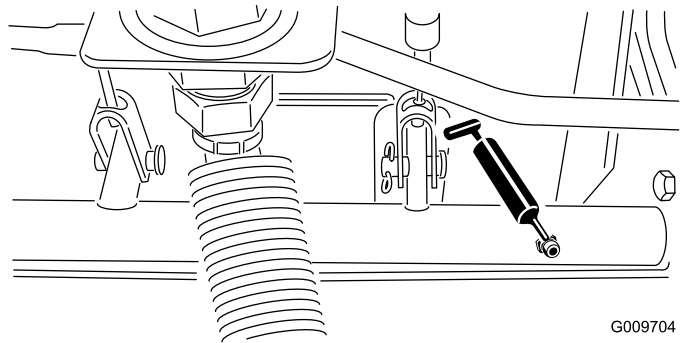

Bild 49
- Bremsstangen-Drehlager (5) (Bild 49)